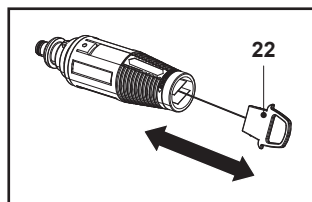

Fig. 18
2. Éliminer les dépôts de saleté de l'orifice de la buse à l'aide d'une aiguille (22) (Fig. 18).